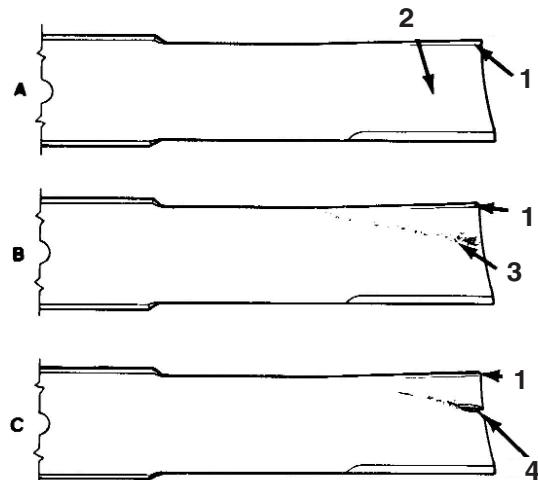

Figure 13
## Contrôle et affûtage de la lame (Fig. 13–14)
2. Examinez minutieusement la lame, particulièrement au point de jonction des parties plate et incurvées (Fig. 13-A). Comme le sable et les matières abrasives peuvent user le métal qui relie ces deux parties, vérifiez l'état de la lame avant d'utiliser la machine. Si vous constatez une usure (Fig. 13-B), remplacez la lame (voir la rubrique Dépose de la lame de coupe).
En cas d'usure, une entaille se forme entre la partie incurvée et la partie plate de la lame (Fig. 13-C). La lame risque alors de se briser et un morceau peut être projeté par la tondeuse, vous blessant gravement ou une personne à proximité.